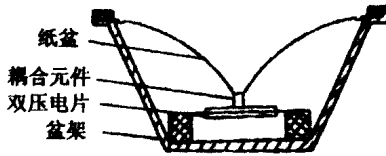

图 1-2 压电陶瓷式扬声器的基本结构
(3) 压电陶瓷式扬声器。图 1-2 是压电陶瓷扬声器的基本结